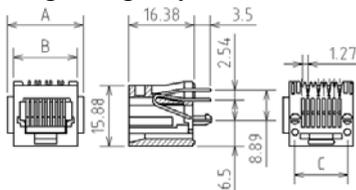

Рис. 9.2. Размеры корпуса разъема TJ3
1. Необходимо создать посадочное место соединителей X1 и X2, типа TJ3-6P4C так как их нет в библиотеке. Данное посадочное место имеет размеры, указанные на рис. 9.2.